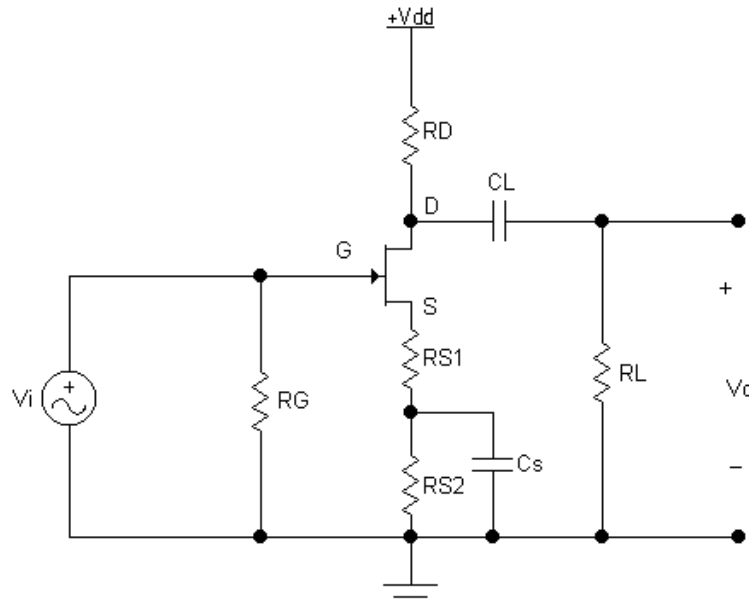

Figura 19. Diseño de un JFET con condensador en paralelo con el resistor de fuente.
Paso 7. Si V_{GG} tiene la polaridad opuesta a V_{DD} , no es posible despejar R_1 y R_2 . La forma practica de proceder es utilizando el circuito de polarización fija, o sea se hace $V_{GG}=0v$. Entonces $R_2 \mu$. Como V_{GG} esta especificado en la ecuación (15), ahora el valor previamente calculado de R_S necesita modificarse. En la figura 19, donde se utiliza un condensador para poner en cortocircuito una parte de R_S , se desarrolla un nuevo valor de R_S como sigue:
Si nos remitimos al circuito de la figura 19, se deduce que $R_{S1} = R_{S_{ca}} = 1.859\text{K}\Omega$ y $R_{S2} = R_{S_{cd}} - R_{S1} = 541\Omega$.